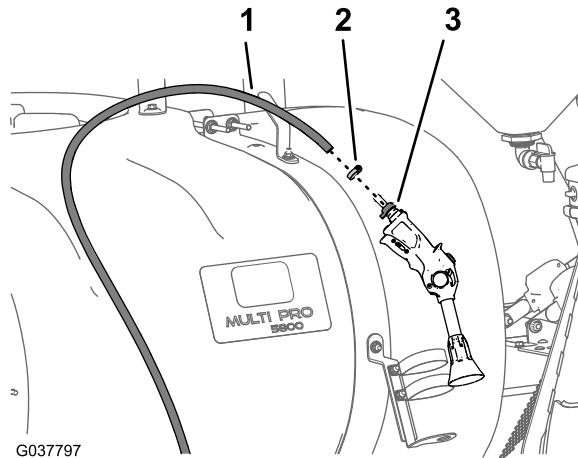

图96
5. 使用软管夹将在从供水软管卸下喷枪\(页码15\)中卸下的喷枪倒钩安装到供水软管上图96。